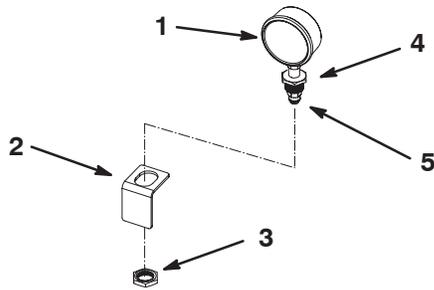

Figure 19
1. Enroulez du ruban Téflon, dans le sens anti-horaire, autour du filetage du manomètre et montez le raccord réducteur sur le manomètre (Fig. 19).
2. Montez le raccord en plastique noir dans le raccord réducteur du manomètre (Fig. 19).
3. Montez le manomètre dans le support sous l'ouverture ronde à l'intérieur du couvercle du boîtier de commande et fixez-le avec l'écrou fourni avec (Fig. 19).